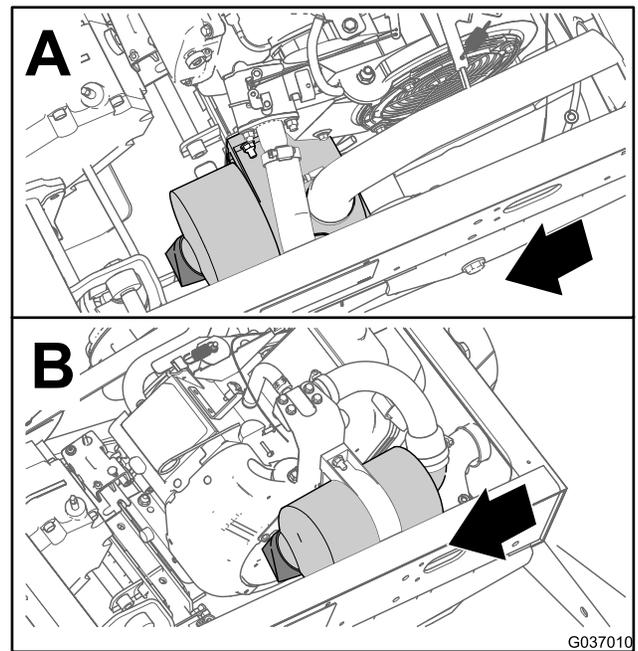
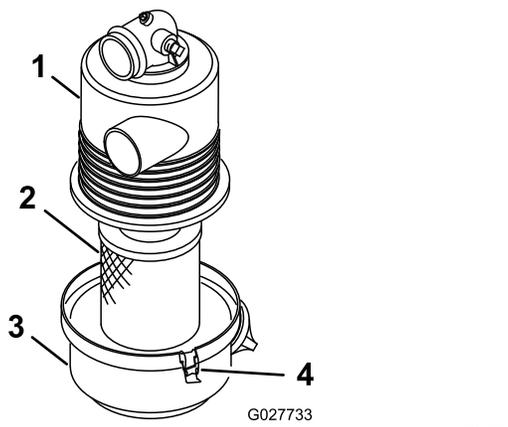

図 32
図 33
- エアクリーナ本体にリーク原因となりそうな傷がないか点検する 図 32と 図 33。
3. エアフィルタのカバーをエアフィルタのハウジングに固定しているラッチを外す 図 33。
4. ボディーからカバーを外し、カバーの内部を清掃する 図 33。
- エアフィルタのハウジングにエレメントを取り付ける (図 33)。
- エアフィルタのカバーとハウジングを合わせる 図 33。
- カバーをハウジングにラッチで固定する(図 33)。